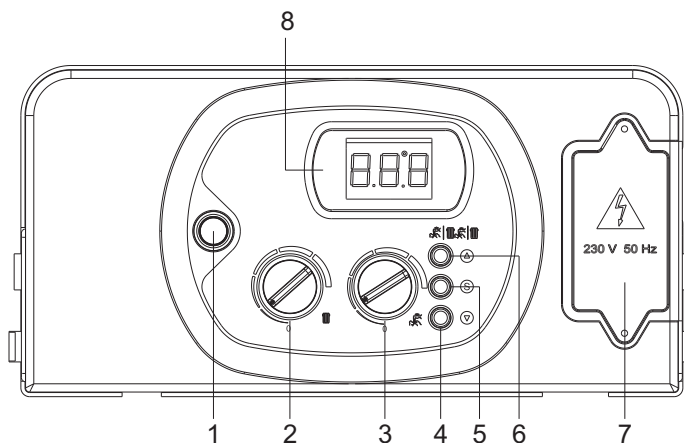

Abb. 1
- den Hauptschalter 1 (Abb. 1) auf Position "OFF" stellen.
- erfolgt eine Anforderung des Frostschutzes, so erscheint am Display 8 (Abb. 1) die Zahl Nr. "8". Der Heizbetrieb wird gestartet und schaltet sich bei Erreichen von +30°C Vorlauftemperatur wieder aus.
Bei der Aktivierung der Frostschutz-Funktion über einen Raumthermostat den Hauptschalter 1 (Abb. 1) auf Position "ON" stellen. Danach wird die Anforderung des Frostschutzes über den Raumthermostat gesteuert. Die Frostschutz-Funktion kann nur bei geöffneter Strom- und Gas-Zufuhr, sowie gefüllter Heizungsanlage 1 bis 1,5 bar automatisch den Betrieb aufnehmen.